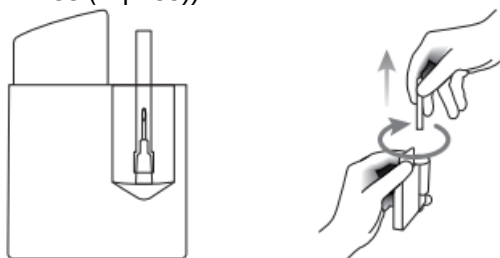

Рисунок 33: Подготовка иглы
5. Снимите защитный колпачок иглы, повернув его по часовой стрелке до предела и одновременно потянув колпачок вверх (Рисунок 33 (стр. 35)).